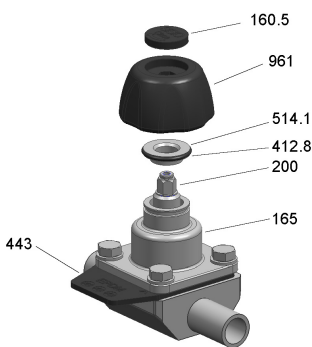

Abb. 8: SISTO-C HV.11/.21 MD 30.4: Endlageneinstellung in Geschlossenstellung
6. Deckel 160.5 in das Handrad 961 einsetzen. Damit ist die Spindel 200 gesichert (⇒ Abb. 8) .